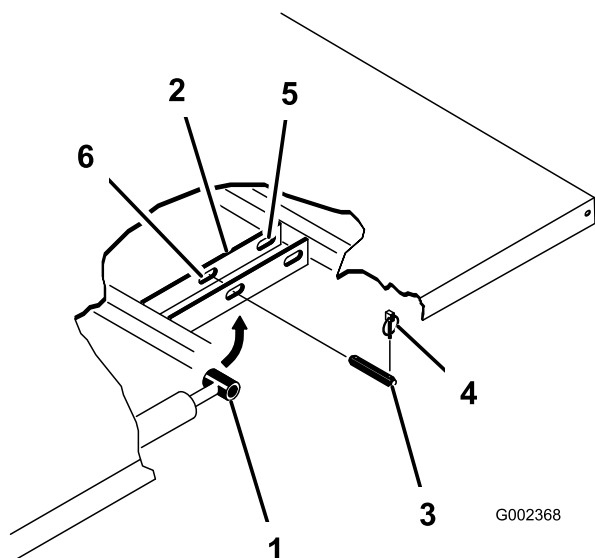

Figura 32
2. Retire os pinos de sujeição das extremidades exteriores dos pinos de forquilha da haste do cilindro (Figura 32).
- Retire os pinos de forquilha que prendem as extremidades da haste do cilindro nas placas de montagem da caixa empurrando os pinos para dentro (Figura 32).
- Retire os pinos de sujeição e os pinos de forquilha que prendem os apoios da articulação nos canais da estrutura (Figura 32).